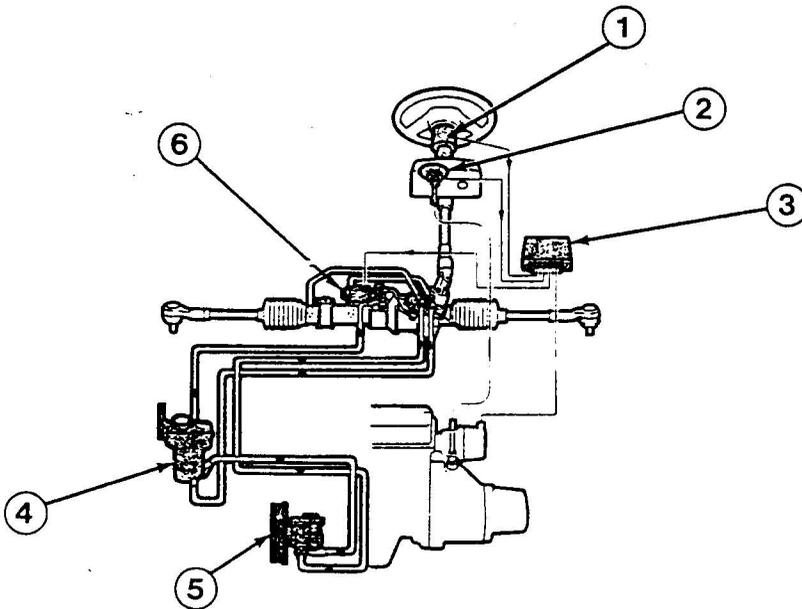

Bild 13/2 Einbaulage der Steuer- und Regelelemente
- Der Sensor für den Lenkradeinschlagwinkel sitzt direkt unter dem Lenkrad. Die Geschwindigkeit wird am Tachometer abgenommen, Abb. 13/2.